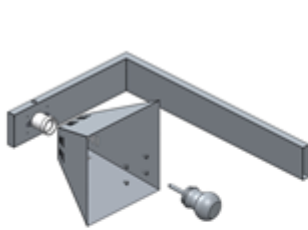

Fig.1
2. Befestigen Sie die Lampenabdeckung mit Kreuzschlitzschrauben am Lampenrahmen [Abb. 1].